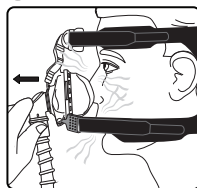

Figure 6
6. Remettez le masque en place en écartant directement le masque du visage et en le remettant délicatement en place (figure 6).